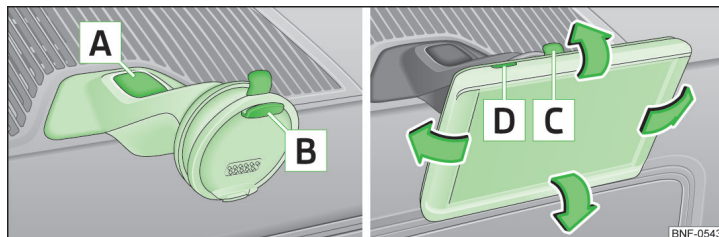

Fig. 77 Suportul aparatului multifuncțional / aparatul multifuncțional
- › Așezați aparatul multifuncțional mai nti n suportul superior [B] » fig. 77 și apăsați-l n partea inferioară, n suport, pnă cnd se blochează » !.
- › nclinarea poate fi setată prin deplasarea ușoară a aparatului multifuncțional n sensul săgeților » fig. 77, n poziția dorită » !.
- › Cu cealaltă mână apăsați tasta de deblocare [C] » fig. 77 și extrageți aparatul.
- › Cu cealaltă mână apăsați tasta de deblocare [A] » fig. 77.
- › Aparatul multifuncțional poate fi cuplat prin apăsarea tastei [D] » fig. 77.